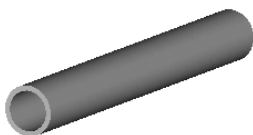

图 6.5.9 薄壁实体拉伸特征
Step2. 创建图 6.5.9 所示的薄壁拉伸特征。在操控板中单击“拉伸”按钮 ，按下“薄板”类型按钮 ；设置 TOP 基准平面为草绘面，FRONT 基准平面为参考面，方向为顶；草图的参考为 CENTER 基准平面；特征截面草图为直径是 29.0 的一个圆；壁厚为 3.0；拉伸方式为 ，选取基准平面 DTM2 为终止曲面。